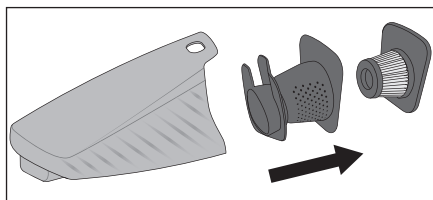

Fig. 4
- 3) Sfilare innanzitutto il filtro HEPA **5** e poi il filtro a maglia grossa **6** dal contenitore di raccolta dello sporco **7** (fig. 4). Battere i due componenti sopra un bidone dell'immondizia o altro recipiente. In caso di necessità si può sciacquare il filtro HEPA **5** con acqua pulita. Farlo poi asciugare completamente all'aria.